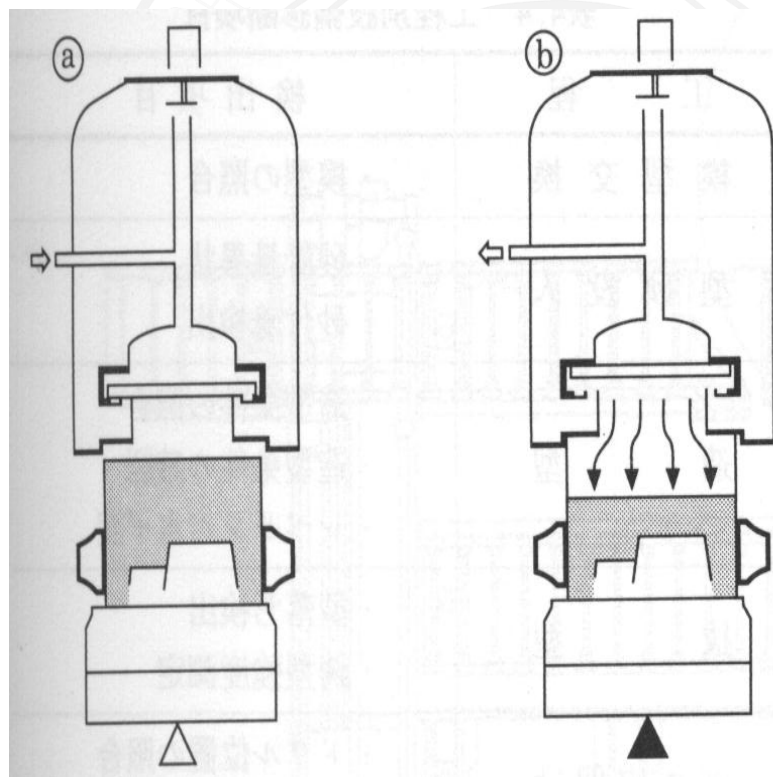

图2-52 气冲紧实的工作原理
A. 气流冲击紧实是先将型砂填入砂箱内，然后压缩空气在很短的时间内（ $10\sim 20\text{ms}$ ）以很高的升压速度（ $dp/dt=4.5\sim 22.5\text{MPa/s}$ ）作用于砂型顶部，高速气流冲击将型砂紧实，其工作原理如图2-52所示。